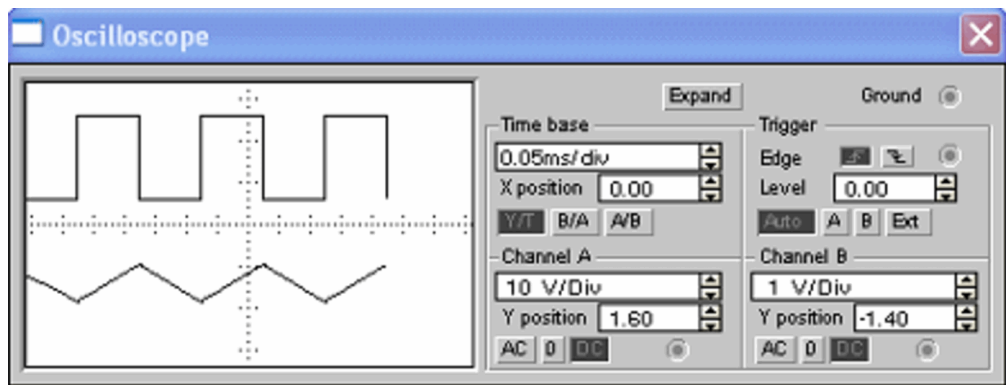

Рисунок 27 – Осциллограммы входного и выходного напряжения.
12. Развернуть и настроить осциллограф, изменяя чувствительность и длительность развертки. Наблюдать входной сигнал и результат его обработки интегрирующей цепью (рисунок 27).